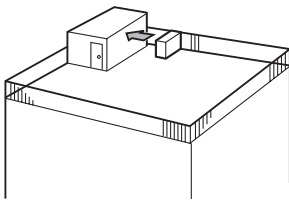

Fig. 2-4
- ① Rikta luftutblåset mot närmaste vägg, cirka 50 cm från väggen. (Fig. 2-4)